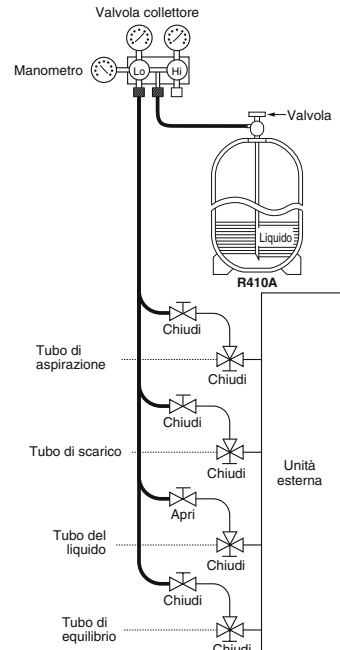

Fig. 6-5
- Ricaricare refrigerante aggiuntivo (nella quantità calcolata con la lunghezza delle tubazioni vista nella Sezione 1-8 "Quantità di refrigerante aggiuntivo") usando la valvola di servizio del tubo del liquido. (Fig. 6-5)